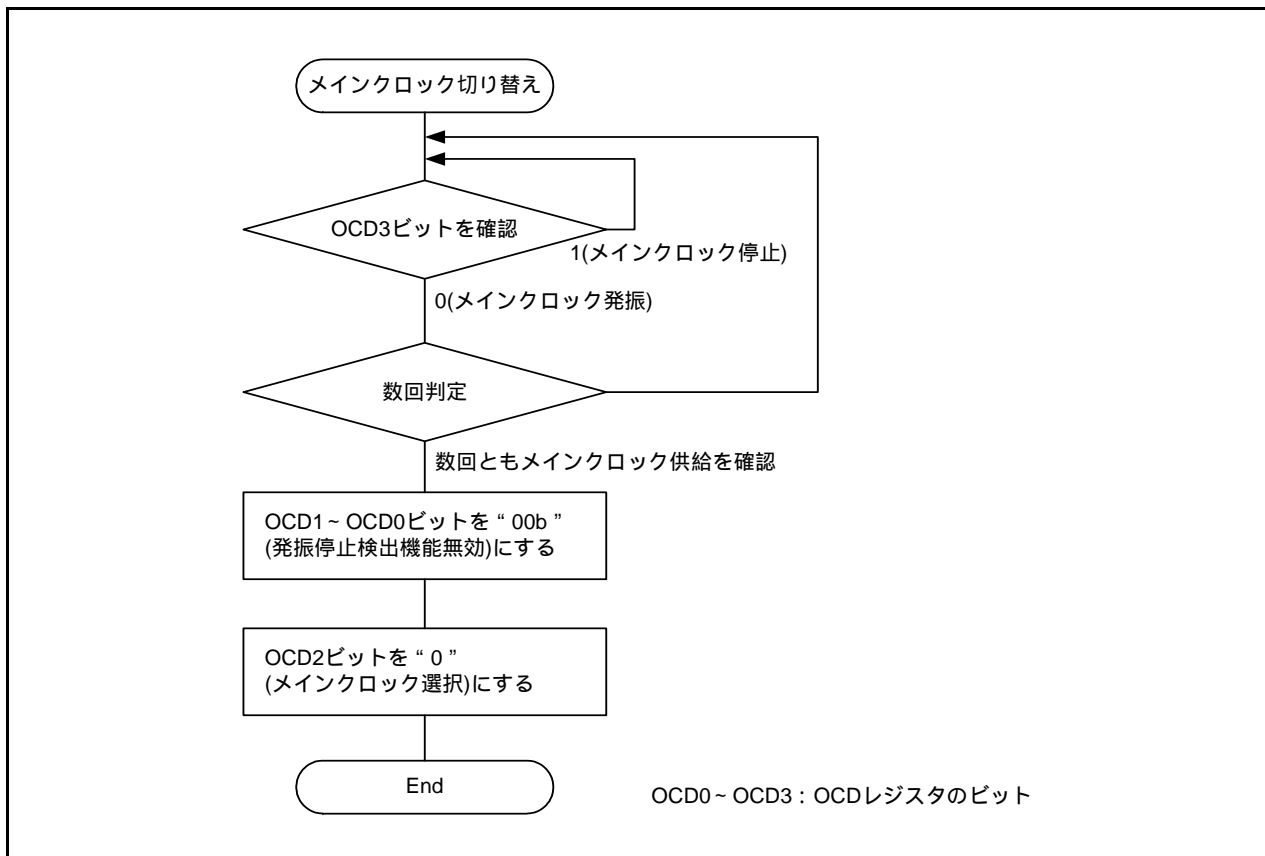

図10.10 低速オンチップオシレータからメインクロックへの切り替え手順
- 発振停止後、メインクロックが再発振した場合は、プログラムでメインクロックをCPUクロックや周辺機能のクロック源に戻してください。図10.10に低速オンチップオシレータからメインクロックへの切り替え手順を示します。